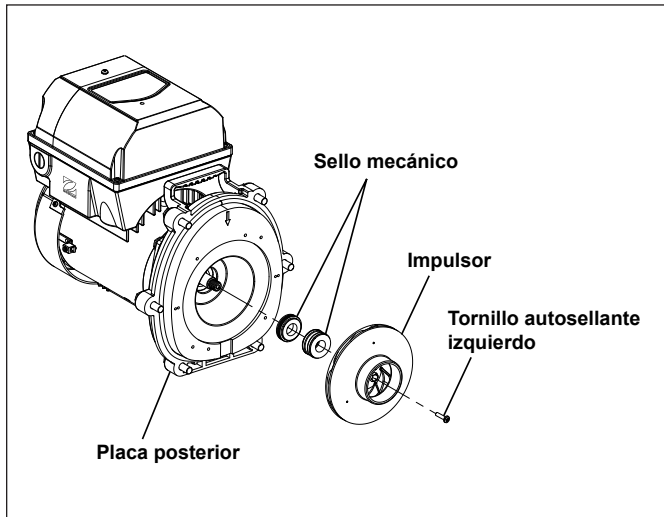

Figura 15. Retire el impulsor
7. Sostenga el eje del motor expuesta con una llave Allen hexagonal de ¼" y quite el tornillo central del impulsor usando un destornillador Phillips N° 2. Gire el tornillo de rosca invertida hacia la derecha para aflojarlo. Véase la Figura 15.
2. Retire el sello de carbono del eje del motor (véase Figura 15). Éste es un sello con resorte. Sujete la parte de la junta más cercana al cuerpo del impulsor y quite el sello con un movimiento de torsión.